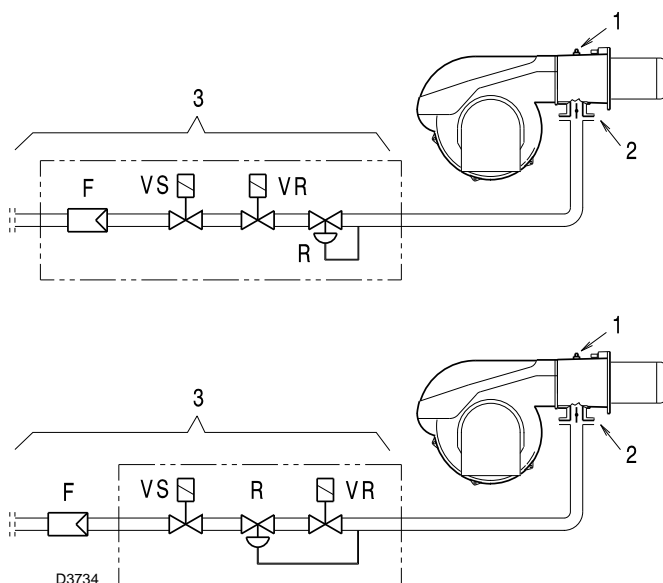

Abb. 19
Gasdruck, an der Entnahmestelle 1)(Abb. 19) gemessen mit:
Strömungsverlust Gasdrossel 2)(Abb. 19) bei maximaler Öffnung: 90°.
Strömungsverlust Armatur 3)(Abb. 19) bestehend aus:
- Ziehen Sie vom Gasdruck am Anschluss 1)(Abb. 19) den Druck in der Brennkammer ab.
Gasdruck an der Entnahmestelle 1) (Abb. 19) = 10,5 mbar
Um stattdessen den am Anschluss 1) notwendigen Gasdruck zu ermitteln (Abb. 19), nachdem die Höchstleistung festgelegt wurde, bei der der Brenner arbeiten soll:
- Lesen Sie rechts, in Spalte 1, den Druck an der Entnahmestelle 1)(Abb. 19) ab.
An der Entnahmestelle 1)(Abb. 19) erforderlicher Druck.